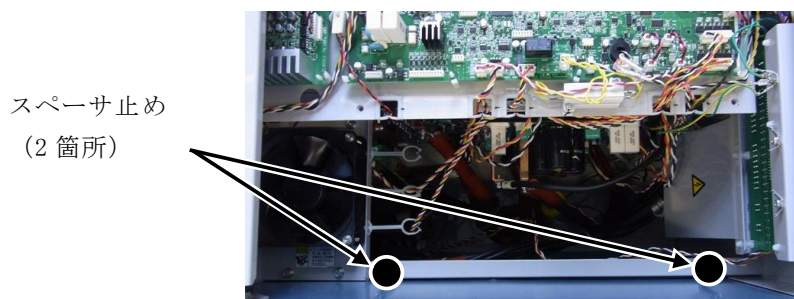

図1. 拡張ボード固定板用スペーサの取付
- (1) 配電箱の開閉器をオフにします。
- (2) 溶接機の上部のカバーを外します。
- (3) 溶接機内部の上位シャーシに拡張ボード固定板 (E2560G01) を取り付けます。
- (4) 拡張ボード固定板取付用スペーサ (2箇所) を取り付けます。(図1)